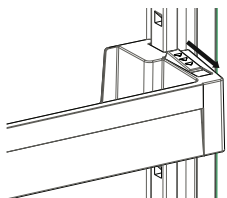

Fig.1
**Pour changer la position du balconnet Adaptilift**, tenez-le par le bas et tirez les boutons situés du côté balconnet dans le sens de la flèche (Fig. 1)